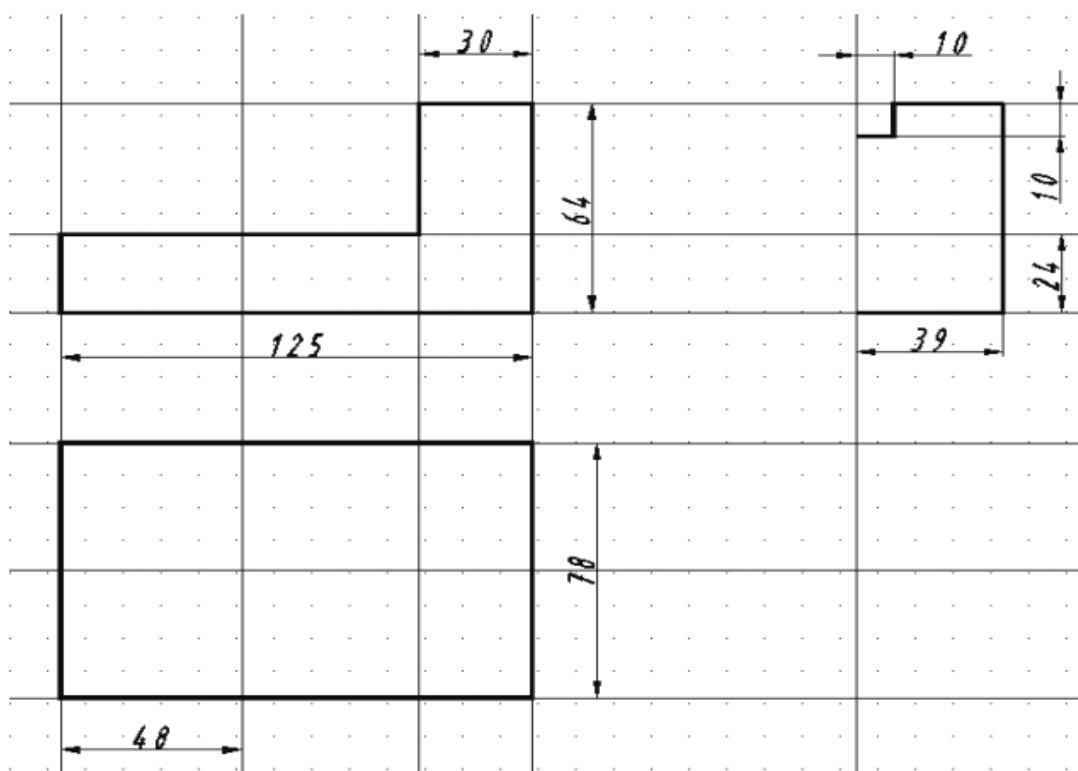

Рисунок 40. Формирование каркаса вспомогательных линий и обводка внешнего контура
4. В слое вспомогательных линий сформировать каркас из вспомогательных линий для определения основных узловых точек контуров проекций (рисунок 40).
5. В слое контур выполнить обводку внешнего контура видов спереди и сверху с помощью привязки ПЕРЕСЕЧЕНИЕ без скруглений. Затем вычертить половину вида слева с полярным отслеживанием (автоотслеживанием) командой ПОЛИЛИНИЯ (рисунок 40).